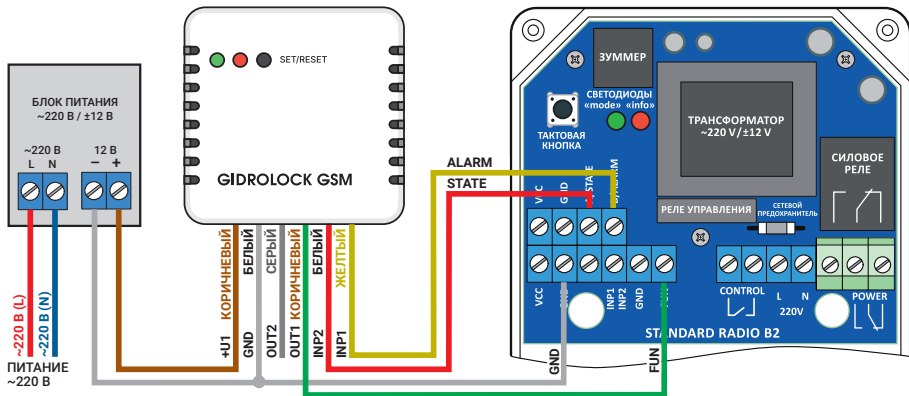

Рис. 5. Схема подключения GSM-модема GIDROLOCK с внешним блоком питания (пример подключения).
**5.6** К блоку управления можно подключить **GSM-модем GIDROLOCK**. Схема подключения приведена на рис.5. Для питания GSM-модема GIDROLOCK потребуется внешний отдельный блок питания 220В/8...15В (1,0А).